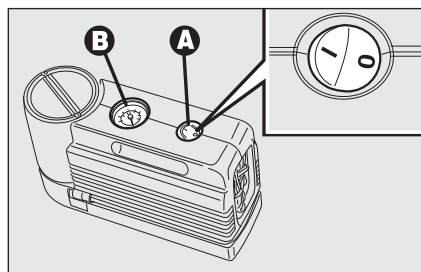
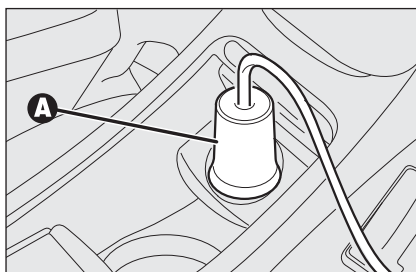

fig. 19
fig. 20
- ❑ assicurarsi che l'interruttore **A-fig. 19** del compressore sia in posizione **0** (spento), avviare il motore, inserire la spina **A-fig. 20** nella presa di corrente/accendisigari sul tunnel anteriore e azionare il compressore portando l'interruttore **A-fig. 19** in posizione **I** (acceso);
- ❑ gonfiare il pneumatico alla pressione prescritta nel paragrafo "Ruote" nel capitolo "Dati tecnici". Per ottenere una lettura più precisa si consiglia di verificare il valore della pressione sul manometro **B-fig. 19** con il compressore spento;